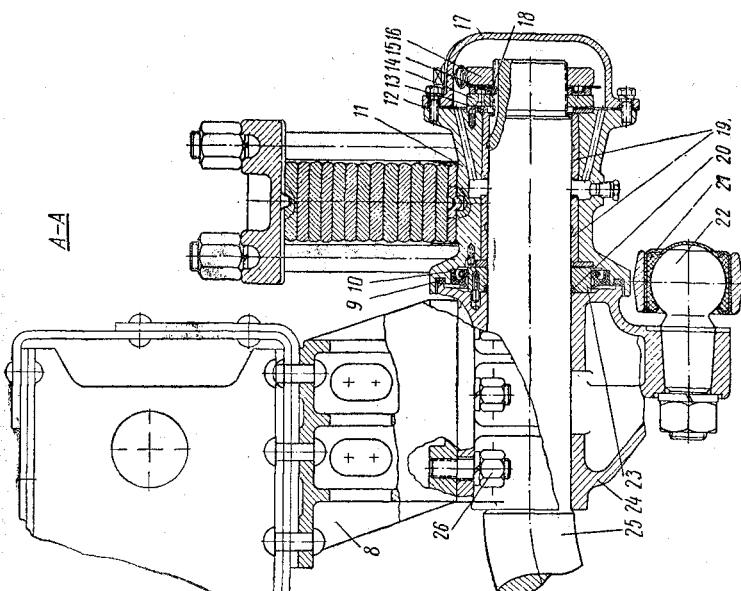

Рис. 53. Задняя подвеска:
**Задняя подвеска** (среднего и заднего мостов, рис. 53) балансирного типа, на двух продольных полуэллиптических рессорах. Каждая рессора 3 средней частью прикреплена с помощью стремянок 5 к ступице 11 оси балансирного устройства. Концы рессор входят в отверстия опор, размещенных на реактивных рычагах 6, которые приварены к кожухам мостов. При прогибе рессор концы их скользят в отверстиях опор.
Для разборки ступиц балансирной подвески необходимо поднять автомобиль за раму, снять задние колеса и заднюю рессору, слить смазку из ступицы и снять крышки 17 (см. рис. 53), отогнуть замочную шайбу 15, отвернуть контргайку 16 и снять замочную шайбу и замочное кольцо 18. Затем следует отвернуть гайку-шайбу 14 и снять ступицу.